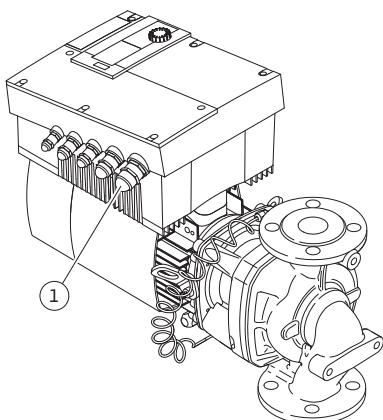

Fig. 30: Kabelska uvodnica M25
- Mrežni priključni vod treba provesti kroz kabelsku uvodnicu M25 (Fig. 30, poz. 1).